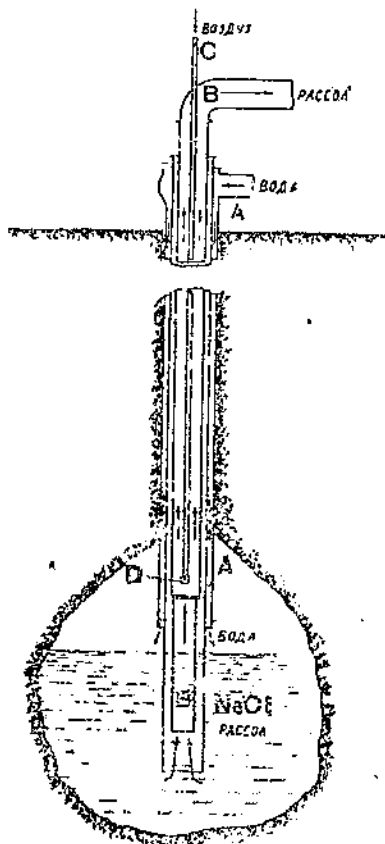

Рис. 10.
2. Мокрый способ—нагнетание по трубам воды, которая растворяет залегающую под землей соль, и выпаривание затем рассола на поверхности земли (рис. 10).
Рассолы образуются естественным путем—действием грунтовых вод на залежи каменной соли, и искусственным путем—введением воды в буровые скважины для растворения каменной соли (см. выше—„мокрый способ“, рис. 10).